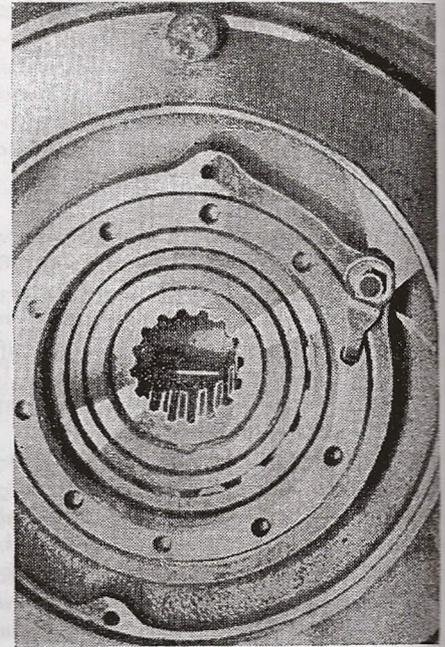
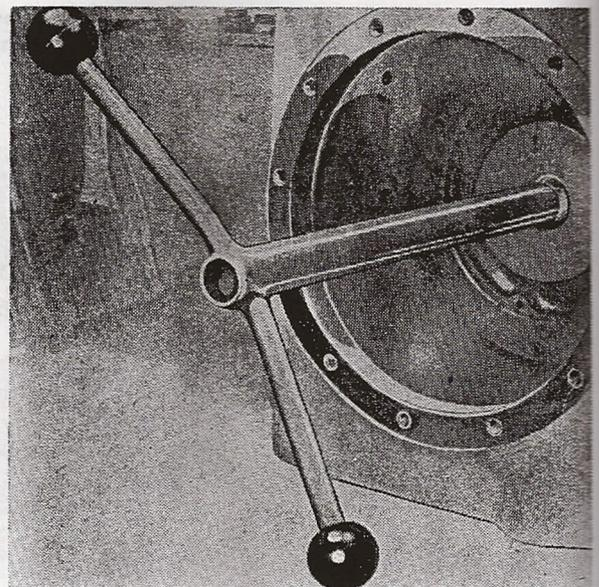

Fig. 101
Fig. 102
5. Défreiner l'écrou de réglage (fig. 101) et le dévisser en se servant de l'outil spécial (fig. 102).
Avis: A la reposes des couvercles ne pas omettre de poser toujours des joints neufs. Tourner toujours les brides de différentiel de telle façon que l'orifice (fig. 101) se trouve en bas et